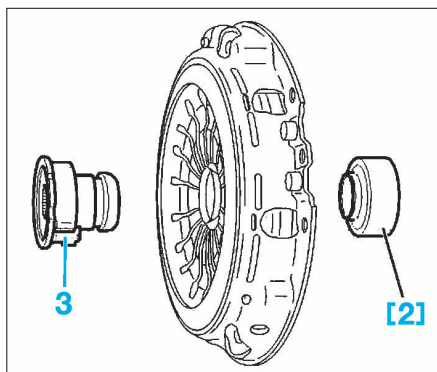

FIG. 3
- Déposer la butée d'embrayage (3) à l'aide de l'outil [2] (Fig.3) (servant à comprimer le jonc de clippage).